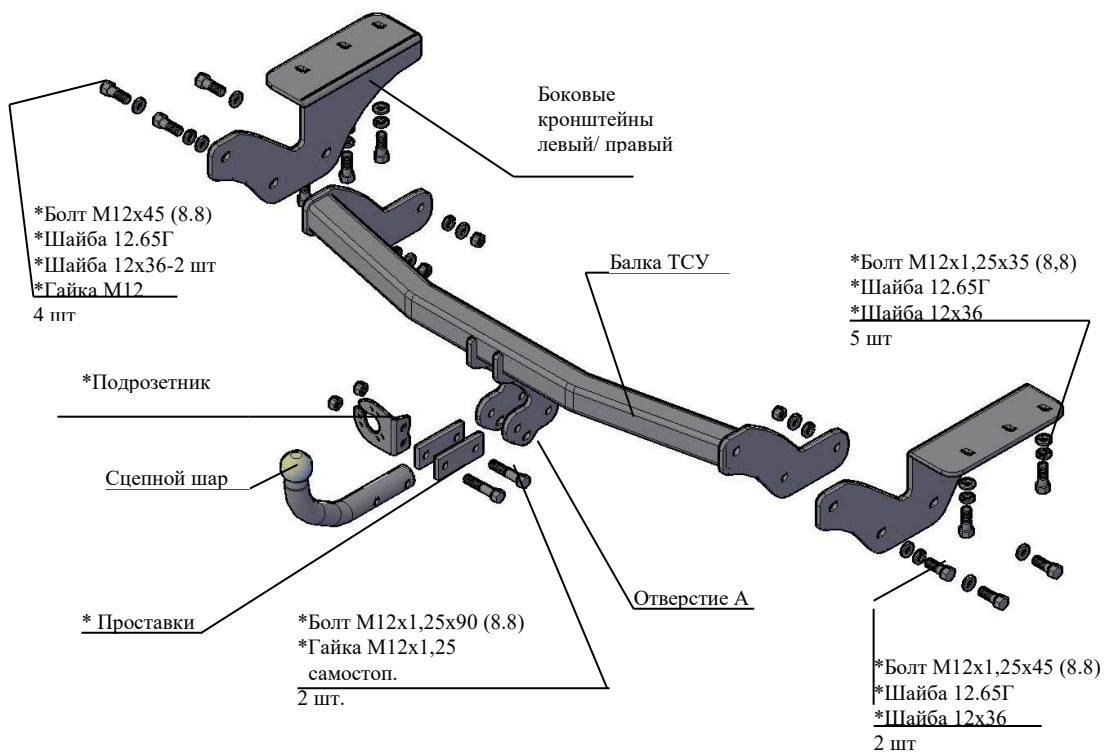

Рис.1 Тягово-сцепное устройство 7833.
2.1 ТСУ 7833 в сборе (рис.1)	1 шт.
2.2 Пакет с комплектующими (см. рис.1)	1 шт.
4.2 Закрепить боковые съемные кронштейны ТСУ (правый и левый соответственно рис.1) к нижним полкам лонжеронов а/м (с левой стороны – тремя, а с правой стороны – двумя) болтами М12х1,25х35 (под головки болтов подложить шайбы гроверные 12.65Г и шайбы 12х36). Крепеж не затягивать.